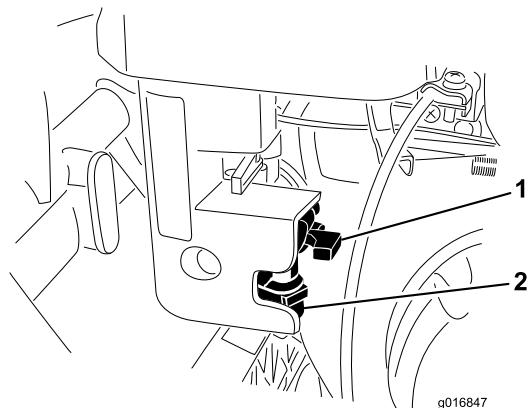

Bild 36
- Schließen Sie den Kraftstoffhahn und schrauben Sie den Tankdeckel vom Filtergehäuse ab (Bild 36).